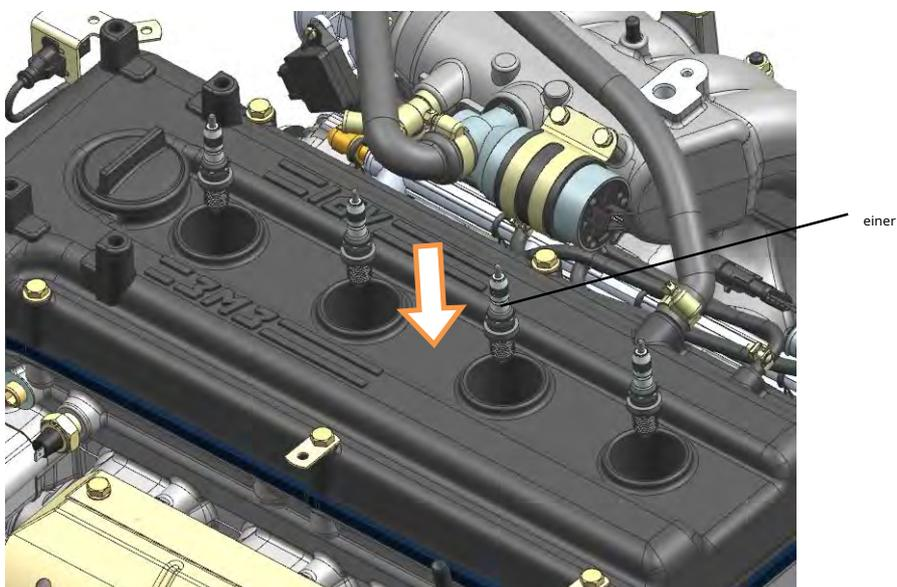

Abb. 216. Zündkerzen einbauen:
**vierzehn.** Schrauben Sie die Zündkerzen 1 (Abb. 216) in den Zylinderkopf. Kerzen sollte mit einer leichten Drehung des Schlüssels montiert und dann mit einem Drehmoment von 20,0 ... 30,0 N · m (2,1... 3,1 kgf · m) angezogen werden.